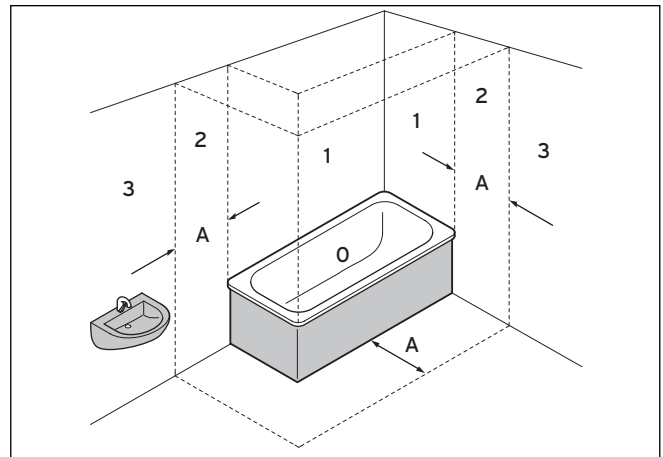

Рис. 4.2 Ограничения для влажных помещений
- Монтируйте настенный электрический котел eloBLOCK в ванных, прачечных и душевых комнатах **вне** зон 0, 1 и 2 (→ Рис. 4.2).